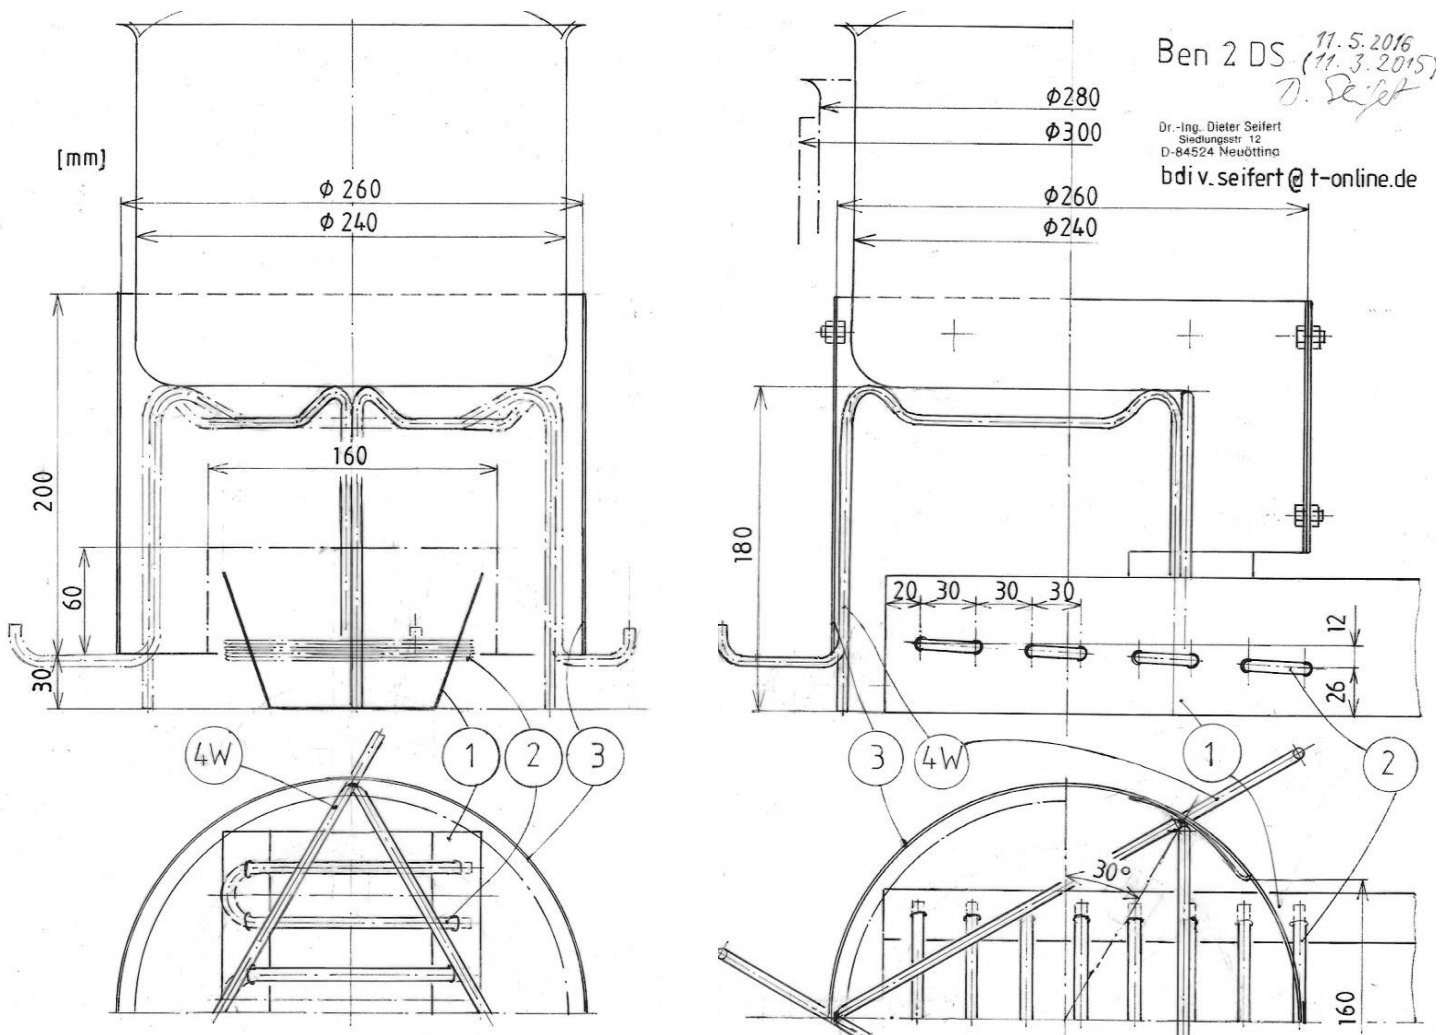

Fig. 1. Dibujos ensamblado: vistas frontales superior) y vistas superiores (inferior)
- Fig. 1. Asamblea Dibujo: vistas frontales y vistas superiores Ben 2